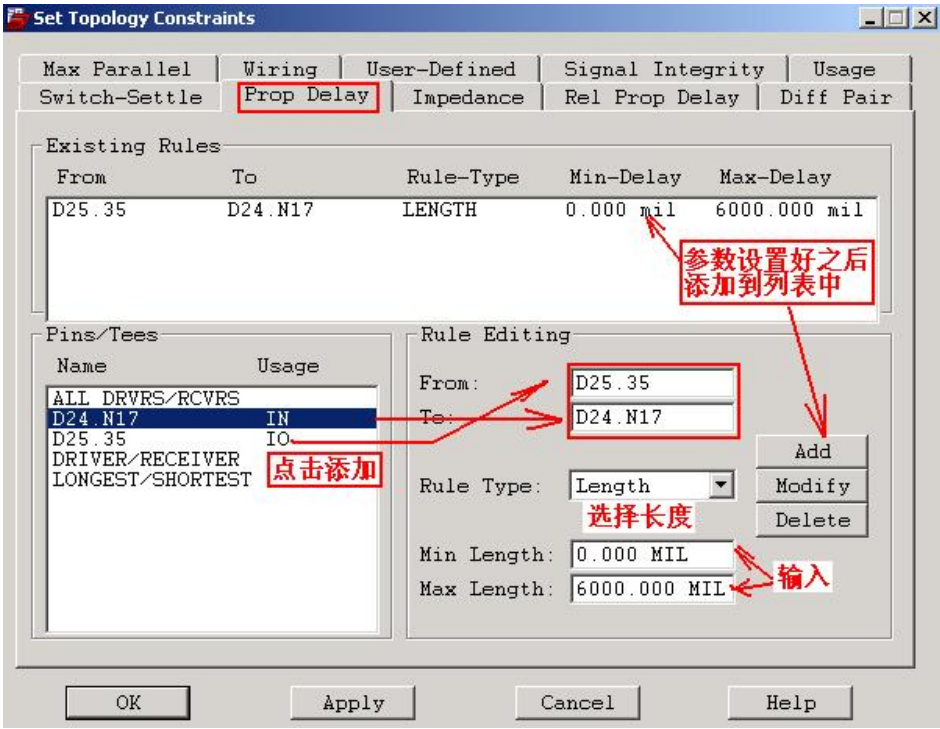

图 5—2 加约束条件的步骤
- 1) **Switch-Settle** 项，如图 5—3 所示。